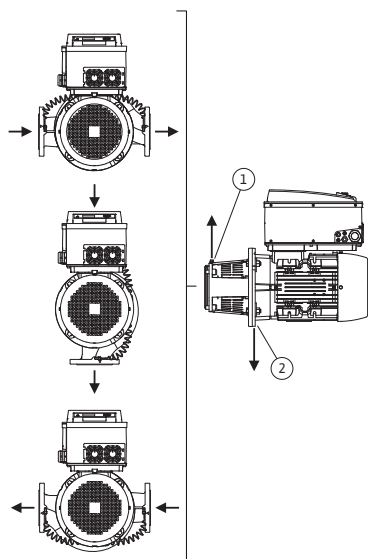
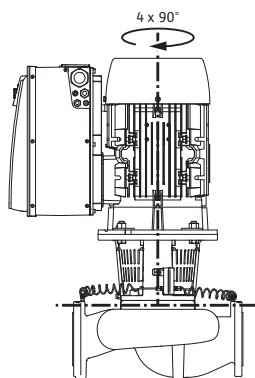

Fig. 18: posiciones de montaje admisibles con el eje del motor horizontal
Fig. 19: posiciones de montaje admisibles con el eje del motor vertical
Las posiciones de montaje admisibles con el eje del motor horizontal y el módulo electrónico hacia arriba (0°) se representan en la fig. 18. No están representadas las posiciones de montaje admisibles con el módulo electrónico montado lateralmente (+/- 90°). Es admisible cualquier posición de montaje, excepto "módulo electrónico hacia abajo (- 180°). La purga de la bomba solo se garantiza si la válvula de ventilación se orienta hacia arriba (fig. 18, pos. 1).
Solo en esta posición (0°), el condensado de la linterna y el motor (fig. 18, pos. 2) puede evacuarse directamente a través del orificio existente.
Las posiciones de montaje admisibles con el eje del motor vertical se representan en la fig. 19. Cualquier posición de montaje es admisible, excepto montar el "motor orientado hacia abajo".
- Con el eje del motor en horizontal, la válvula de ventilación en la linterna (fig. 6, pos. 1.31) tiene que mirar siempre hacia arriba (fig. 12). Con el eje del motor en vertical se admite cualquier orientación. Consulte a este respecto también Fig. 18: "posiciones de montaje admisibles con el eje del motor horizontal" en la página 205 y Fig. 19: "posiciones de montaje admisibles con el eje del motor vertical" en la página 205.
- Con el eje del motor en horizontal, el orificio de condensación debe estar hacia abajo (fig. 18, pos. 2). Si no es así, gire el motor convenientemente.